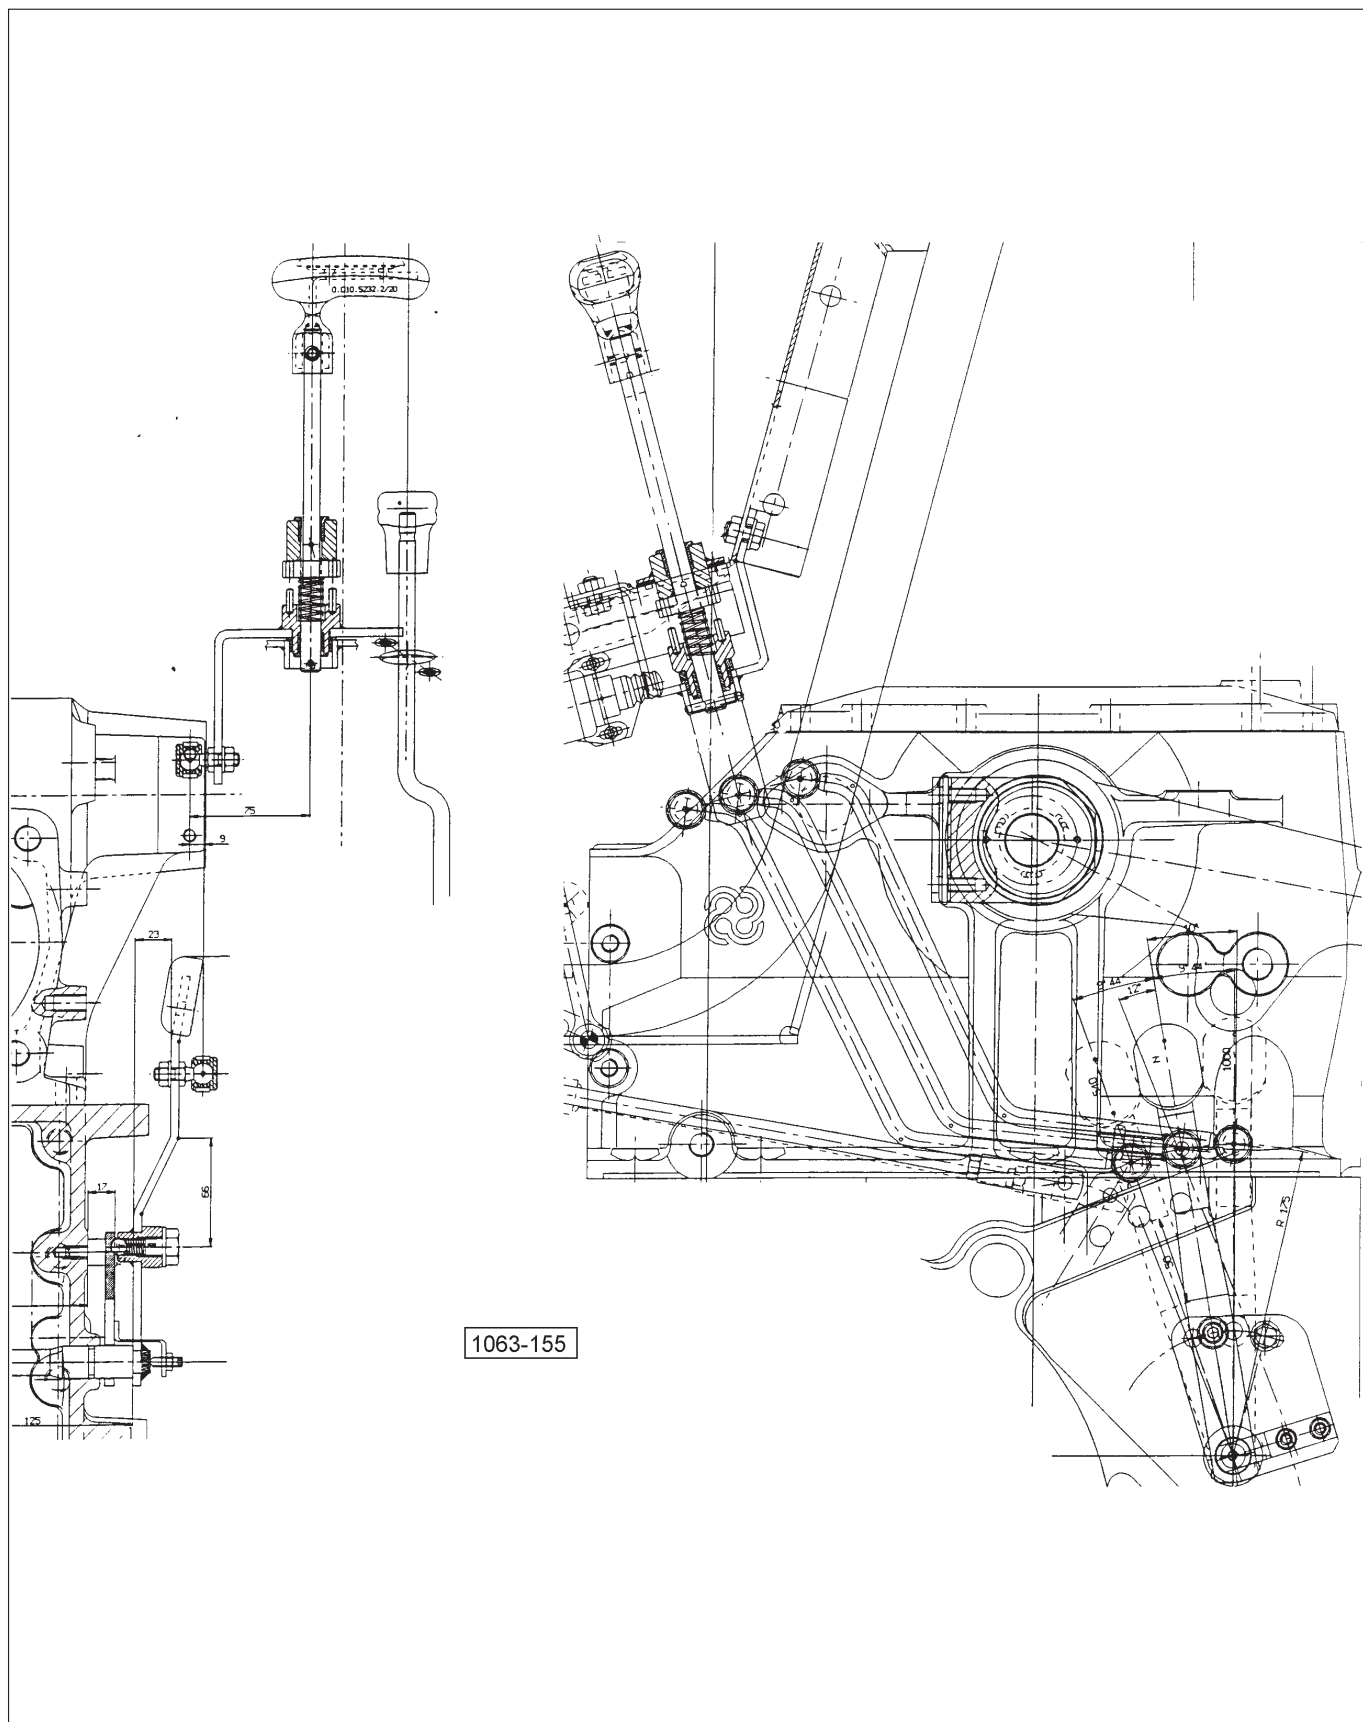

Fig. 4 - Commandes extérieures pour la sélection de la PDF 540-1000 tr/min (750-1300 tr/min)
- Fig. 4 **Commandes extérieures pour la sélection de la Pdf 540-1000 tr/min (750-1300 tr/min)**